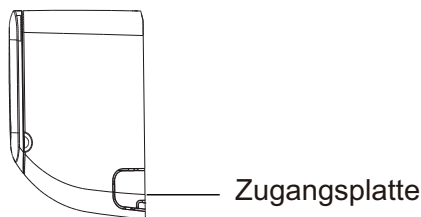

Abb. 4.6
2. Wenn das Wandloch hinter der Einheit liegt, dann behalten Sie die Zugangsplatte am Ausgangsort. Wenn das Loch neben der Inneneinheit liegt, legen Sie die Wandzugangsplatte neben die Einheit (Siehe **Abb. 4.6**) Dadurch entsteht Raum für die spätere Verlegung der Rohre aus der Einheit. Verwenden Sie eine filigrane Greifzange, sollte die Zugangsplatte von Hand schwer erreichbar sein.